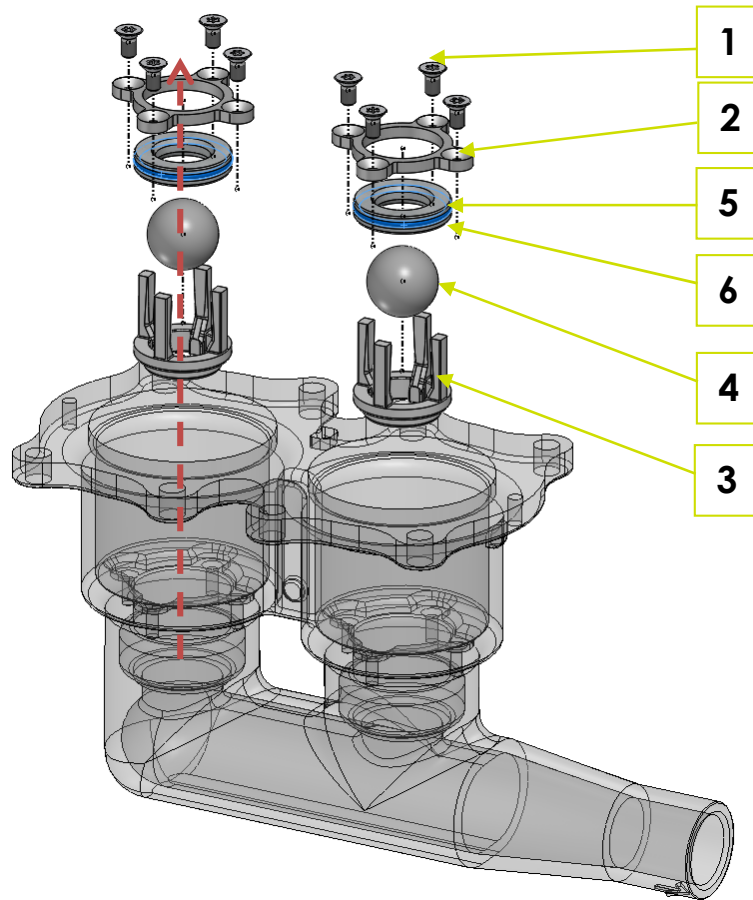

Fig. 6-3: Démontage des clapets produit dans le bloc cylindre
1. Dévisser les huit vis à tête fraisée M6x16 (1) avec une clé Allen de 4 mm (Fig. 6-3 : Démontage des vannes de produit dans le couvercle de cylindre).
2. Retirer les deux étoiles de maintien (2).
3. Enlever les deux sièges de clapet (5) avec les joints toriques (6).
4. Retirer les deux cages (3) et les billes (4).